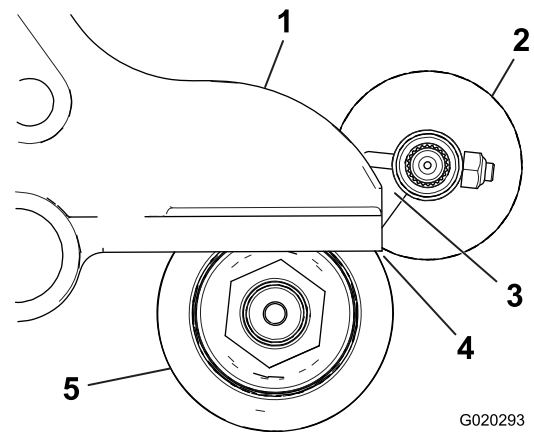

図 18
28. ローラブラシが、後ローラに軽く接触するローラに軽く載った状態になるようにローラブラシの位置を決める 図 18。